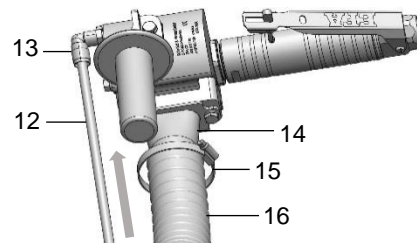

Abb. 5.2 – Druckluft-Schlauchanschluss
4) Wasseranschluss (12) bis zum Anschlag in Schwenkverschraubung (13) der EFA CT einschieben. s. Abb. 5.2.
5) Absaugschlauch (16) der Vakuumanlage auf Anschlussrohr (14) schieben und mit einer Schlauchschelle (15) befestigen. s. Abb. 5.2.